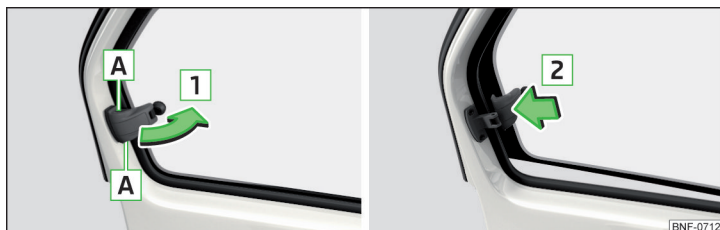

Fig. 37 Ruder bagi: Åbning / Lukning
- Tag fat i låseanordningen ved udskæringen **A** » Fig. 37.